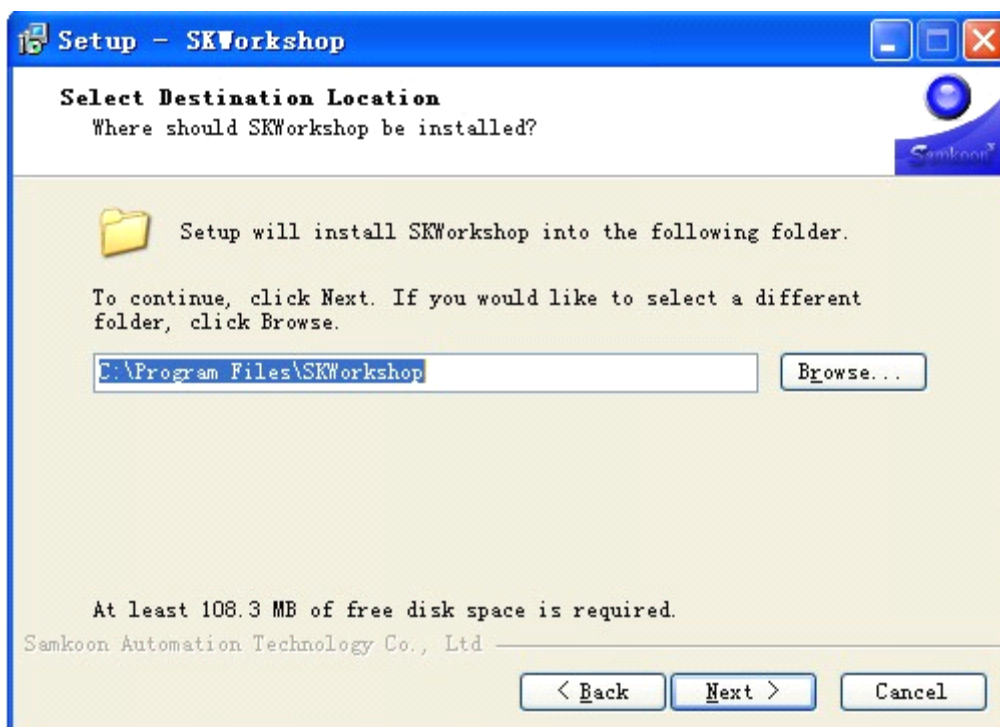

Рисунок 2-5: Страница выбора папки для установки
- Пользователи могут заполнить свою личную информацию или выбрать стандартные настройки "C:\ProgramFiles\SKWorkshop\", а затем нажмите "next". Смотрите рисунок 2-5.